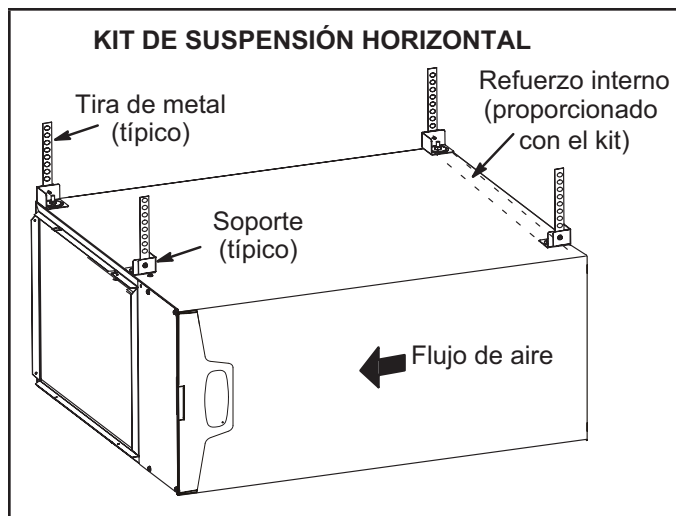

**Figura 17**
El calefactor EL297UHV se puede instalar en aplicaciones horizontales con descarga de aire a la derecha o a la izquierda. Consultar la Figura 17 con respecto a los espaciamientos en aplicaciones horizontales.
- 1 - Seleccione la ubicación de la unidad teniendo en cuenta el espaciamiento de servicio y otros espaciamientos necesarios. Ver la Figura 17.